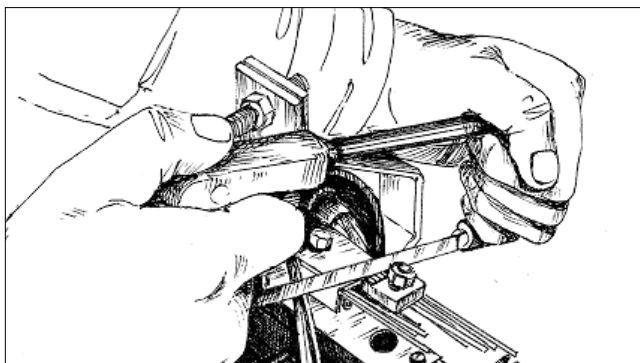

Рис. 3.9. Закрепление и обрезка проволок брони
**3.5.6.** Проволоки брони, распределив равномерно, закладывают по бокам скобы, расположенной на кронштейне. Лишнюю длину обрезают ножовкой (Рис. 3.9.).